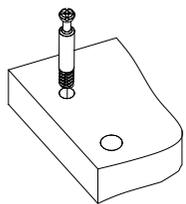
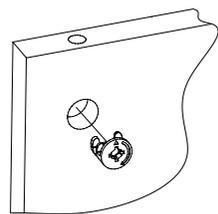

Рис.1
Рис.2
1. Подготовьте детали к сборке. Вкрутите шпильки минификс в детали 1, 7 и 11, 12 (Рис.1). Вставьте головки минификс в детали 2, 3, 4, 5, 6, 8, 10 (Рис. 2).